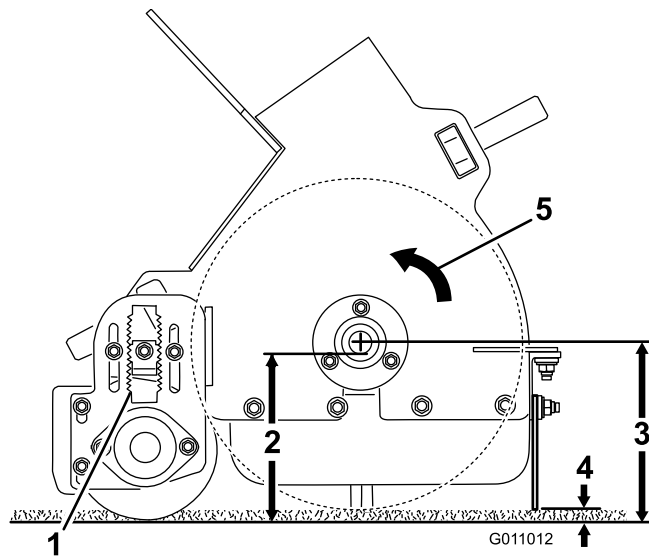
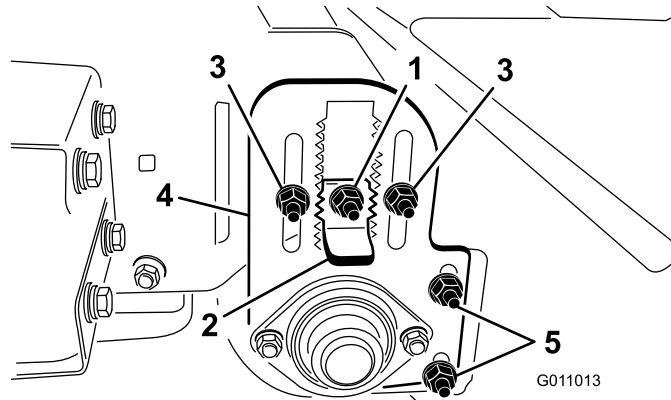

图 20
图 21
请参阅图 20和图 21了解推荐机器设置的进一步说明。
3. 松开高度调节键上的锁紧螺母 图 21 这样可以将螺母拉出约 13mm。
4. 松开滚筒高度调节锁紧螺母 图 21。
5. 拉出高度调节键通过将滚筒高度调节面板滑动至所需高度上下移动后滚筒 图 21。
滚筒刮刀 图 21 调节后检查并确保刮刀与滚筒之间的间隙为 2mm。松开滚筒刮刀调节螺母将滚筒固定在所需位置并拧紧螺母。